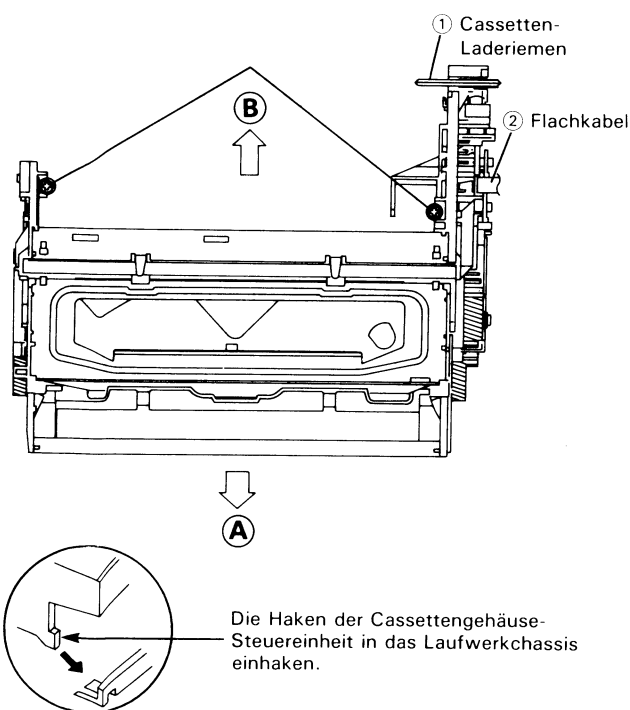

Abbildung 1-1.
2. Den Cassetten-Laderiemen ① ausbauen.
3. Das Flachkabel ② von der rechten Seite der Cassettengehäuse-Steuereinheit trennen.
5. Die Cassettengehäuse-Steuereinheit (Abb. 1-1) in Pfeilrichtung ⇒ ③ drücken und diese dann gerade nach oben herausziehen.